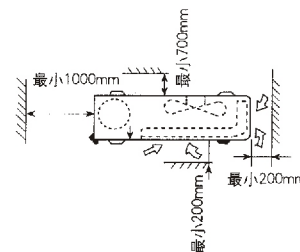

图4 机器户外部分所需空间
(1) 安装场所必须满足如下要求:
- 确定机器四周留有充分空间,并尽可能地远离障碍物,以便操作和维修,见图4。机组安装处应有二个以上方向是敞开的。
(2) 安装